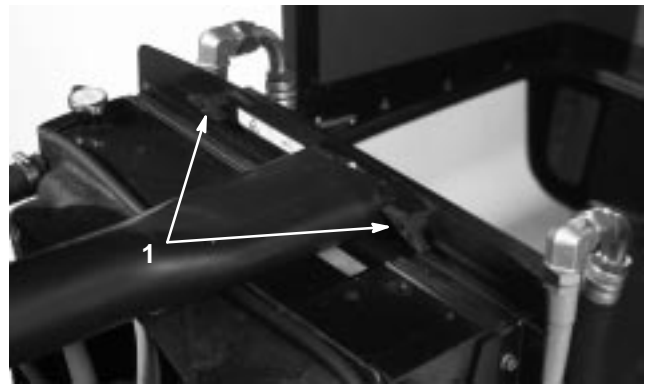

Figure 53
2. Enlevez les boutons (Fig. 53) qui fixent le refroidisseur d'huile au châssis.